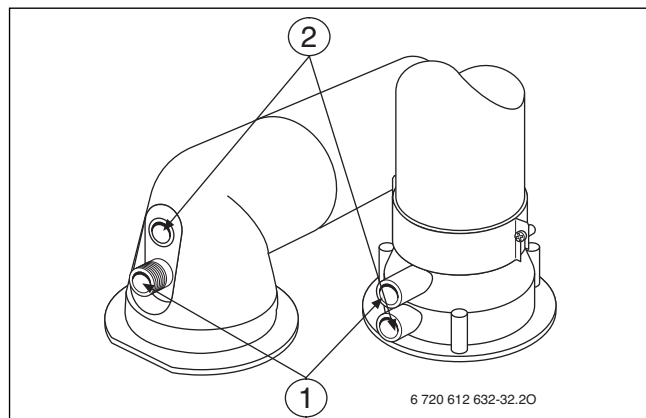

Fig. 72
- Retirer le bouchon sur la buse de mesure de l'air de combustion (2) (→ figure 72).
- Retirer le bouchon au niveau de la prise de mesure des fumées (1) (→ figure 72).